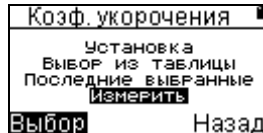
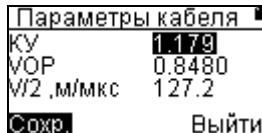
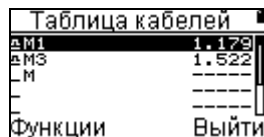

Рисунок 15
Рисунок 16
Рисунок 17
6.3.6.1 При выборе режима **Автоматический** будет предложено выбрать коэффициент укорочения (рисунок 15) несколькими способами: установкой вручную (рисунок 16), из таблицы в памяти (рисунок 17), из последних 10 измерений (рисунок 18) или измерить коэффициент укорочения кабеля по отрезку известной длины.
- **Укорочение**, можно изменить величину коэффициента укорочения в режиме **Установка** кнопками \langle, \rangle (рисунок 16). Коэффициент укорочения можно выбрать из таблицы или записать в нее новые значения, удалить старые, переименовать, а также измерить по известной длине кабеля (рисунок 25).